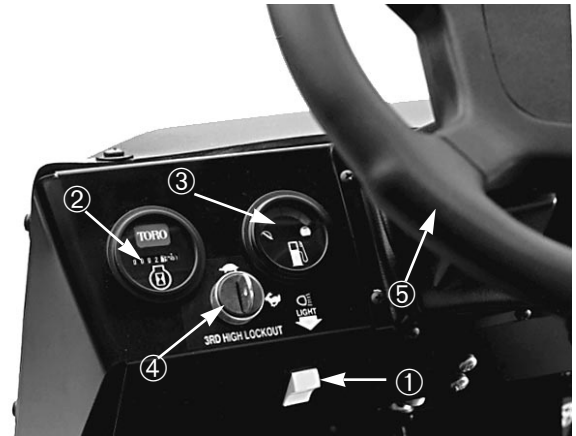

Fig. 8
**Contaore** (Fig. 8)—Indica il totale delle ore di funzionamento della macchina. Il contaore scatta ogniqualvolta si gira la chiave in posizione "ON".
**Interruttore dei fari** (Fig. 8)—Serve ad accendere e spegnere i fari; premere per accenderli (ON).
**Indicatore del carburante** (Fig. 8)—Indica il quantitativo di combustibile nel serbatoio. Funziona solo quando l'interruttore di accensione è in posizione "ON".
**Interruttore di blocco del 3° livello** (Fig. 8)—Spostare in posizione 'lento' e togliere la chiave per impedire l'uso della terza velocità nell'ambito della gamma superiore. Il motore si spegne se si ingrana la terza quando si è nella gamma superiore. Inserire la chiave con la dentellatura in basso, e spingerla per girarla. La chiave viene tolta in entrambe le posizioni.
**Volante** (Fig. 8)—Per guidare il veicolo. Se il motore si inceppa o il servosterzo non funziona a causa di un guas-